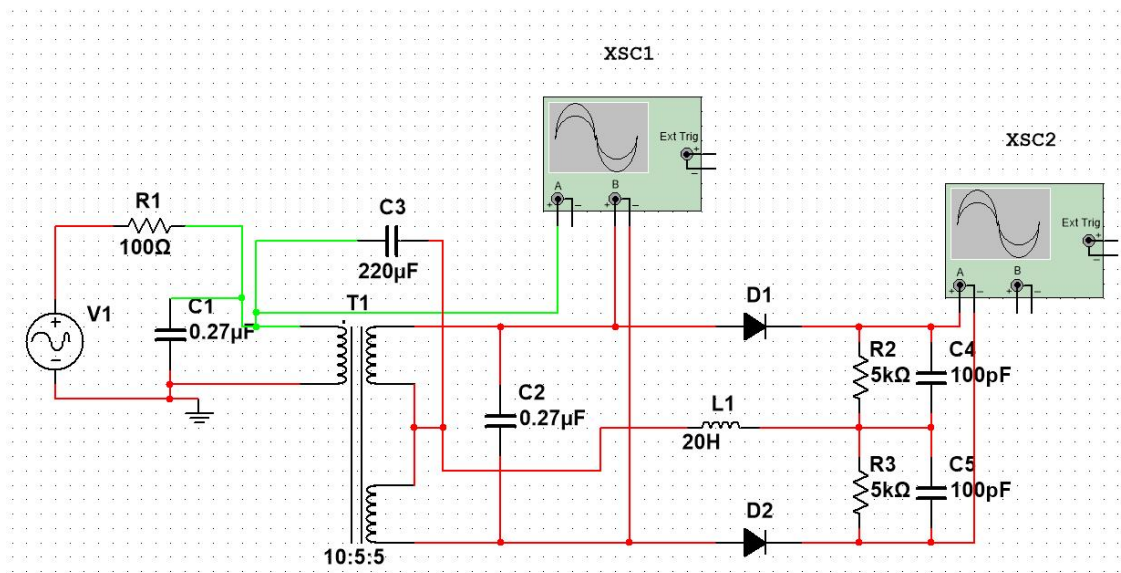

Рис. 3. Схема частотного детектора в Multisim
1. Соберите схему частотного детектора в Multisim (рис. 3).